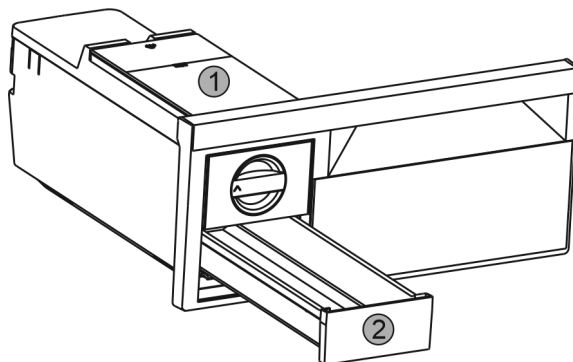

Fig. 50
- 取下水箱 Fig. 50 (1) 和冰块抽屉 Fig. 50 (2)。